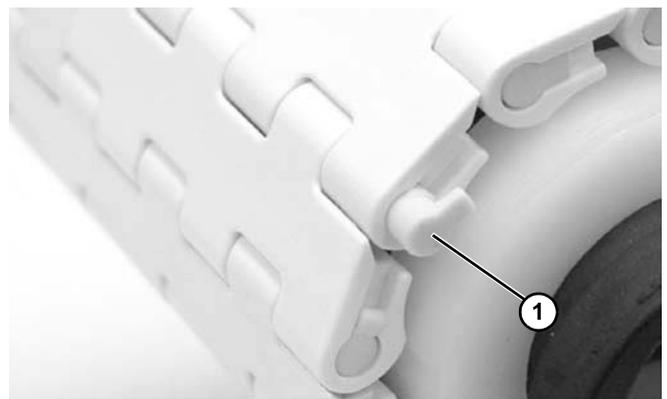

Abbildung 40
5. Die Endkappen, welche den Stab halten, (Abbildung 40, Teil 1) auf beiden Seiten des Bands einsetzen.